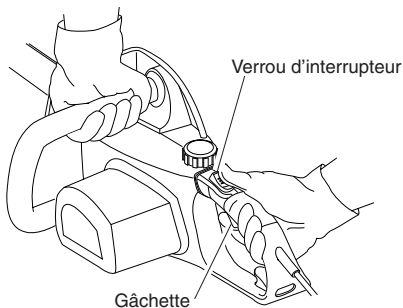

Figure 10 - Emplacement du bouton de verrouillage et de la gâchette
3. Se servir des deux mains pour tenir la tronçonneuse. Toujours utiliser la main gauche pour saisir la poignée avant et la main droite pour saisir la poignée arrière. Tenir fermement. Les pouces et les doigts doivent entourer les poignées. (Voir la Figure 10, page 50.)
5. Lorsqu'on est prêt à faire une coupe, pousser complètement vers l'avant avec le pouce droit le bouton de verrouillage et appuyer sur la gâchette (Voir la Figure 10, page 50). Ceci met la tronçonneuse en marche. Elle s'arrête quand on lâche la gâchette. S'assurer que la chaîne tourne à la vitesse maximum avant d'entamer l'entaille.